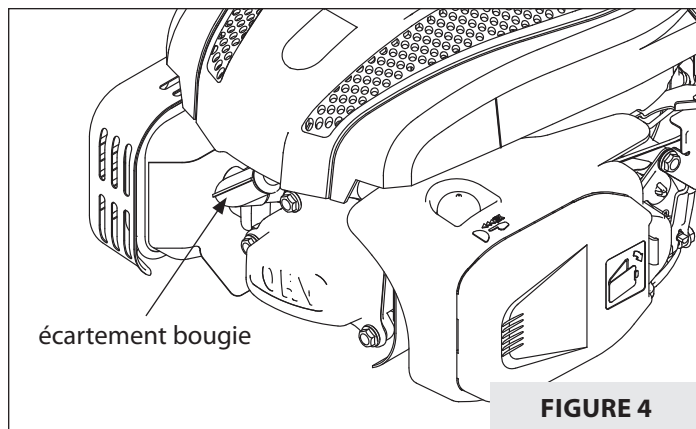

FIGURE 4
1. Débrancher le câble de bougie et l'écarter de la bougie. Si le moteur est équipé d'une batterie, débrancher à la borne négative. **VOIR FIGURE 4.**
La bougie recommandée est une DK7RTC. La bougie se trouve sur la gauche du couvercle des soupapes. **VOIR FIGURE 4.**